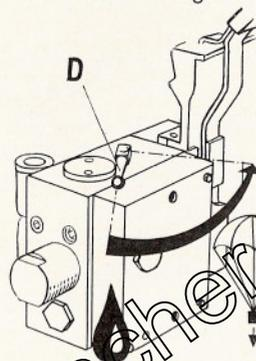

Bild 6
Die **Reaktionsgeschwindigkeit** des Arbeitsgerätes (Pflug) während der Fahrt durch weiche oder leichte Bodenstellen, kann durch die **Senkdrossel (D)** beeinflusst werden (Bild 6).